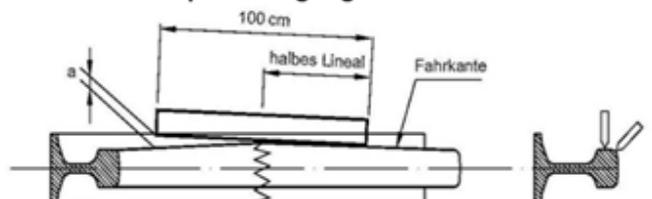

Abb. 07-3: zulässige Fertigungstoleranzen für Fahrfläche und Fahrkante
- Die Grenzwerte (siehe Abb. 07-3) für Fahrfläche und Fahrkante sind beim Anlegen des Stahllineals zwingend einzuhalten.